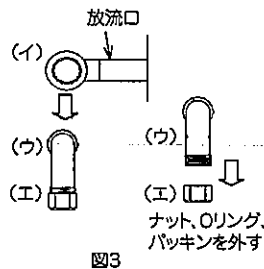
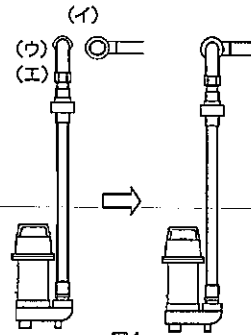

図3
図4
※内部のOリングが落下しないように注意して作業を行ってください。(図3)
2. (エ)ナット部を外して(図3)、(エ)(ウ)部を排水管に順に仮止めします。(図4)
3. ポンプをポンプ槽内におろし(イ)部へ接続します。(図4)